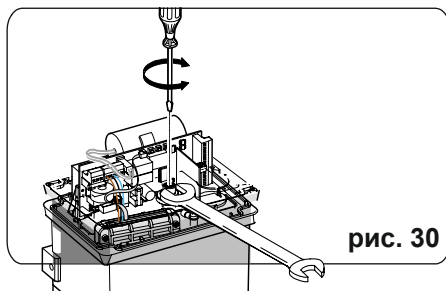

рис. 30
2. Удерживайте вал двигателя с помощью гаечного ключа и поверните регулировочный винт, как показано на рис. 30